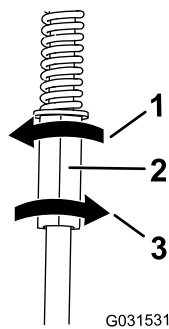

Рисунок 57
4. Поворачивайте левую тягу механизма управления с шагом в четверть оборота, пока машина не будет двигаться по прямой (Рисунок 57).